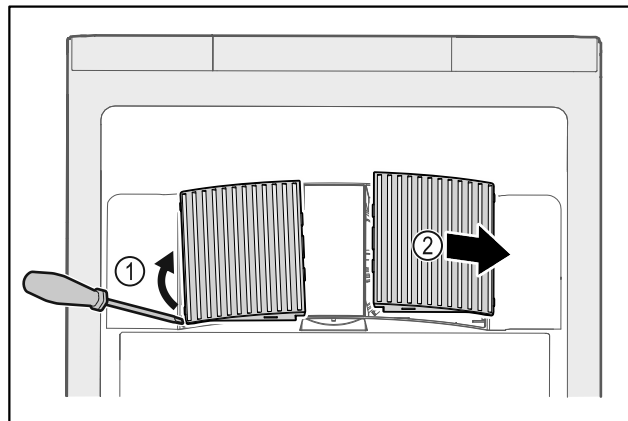

Fig. 234
- ▶ Bänd försiktigt loss fläktkåporna på sidan Fig. 234 (1) och ta av dem framåt Fig. 234 (2).